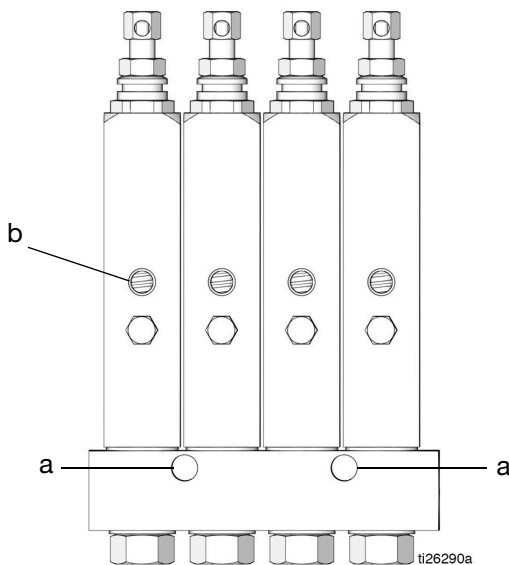

図 1: GL-1 X モデルインジェクターを表示
3. マニホールドの穴 (a) (図 1) を使用して、平らで硬い表面にインジェクターを取り付けます。
9. インジェクターのボリューム出力を調整します。フェーズ調節 (5) を参照してください。